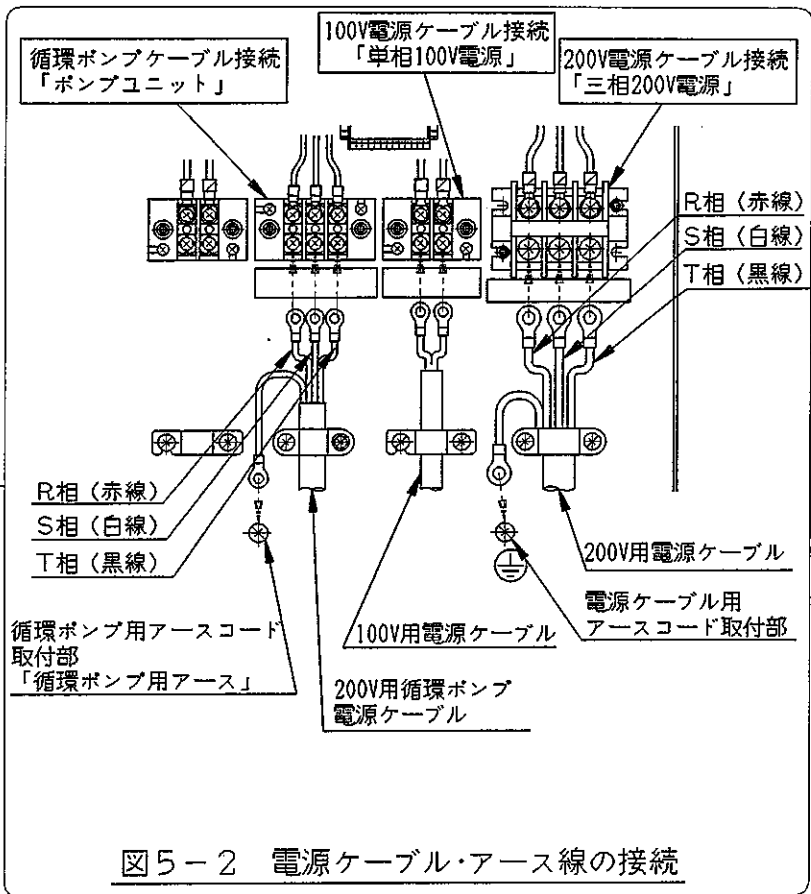

図5-2 電源ケーブル・アース線の接続
単相100Vのケーブルは付属の圧着端子でカシメてから「単相100V電源」と表示されている端子台に接続する。(図5-2参照)
三相200Vの電源ケーブルは付属の圧着端子をカシメて、向かって左からR相(赤線)、S相(白線)、T相(黒線)の順で「三相200V電源」と表示されている端子台に接続する。(図5-2参照)
- ③ 三相200V電源ケーブルのアース線を本体フレームにあるアース端子取付部(アースマーク表示)に接続する。(図5-2参照)
- ⑪ 本体の循環ポンプアース取付部(「循環ポンプアース用」と表示)に循環ポンプ電源ケーブルのアース線を接続する。(図5-2参照)